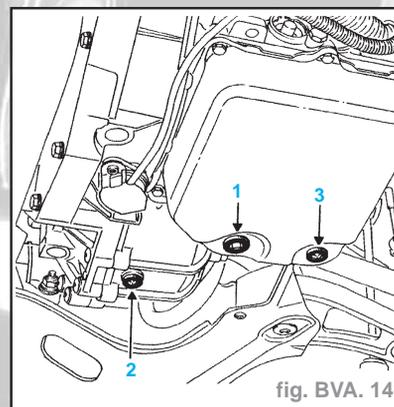

fig. BVA. 14
- Le pont ne se vidange pas, le remplissage est fait à vie. Toutefois, si cela s'avérait nécessaire, déposer le bouchon (2) (fig. BVA. 14).